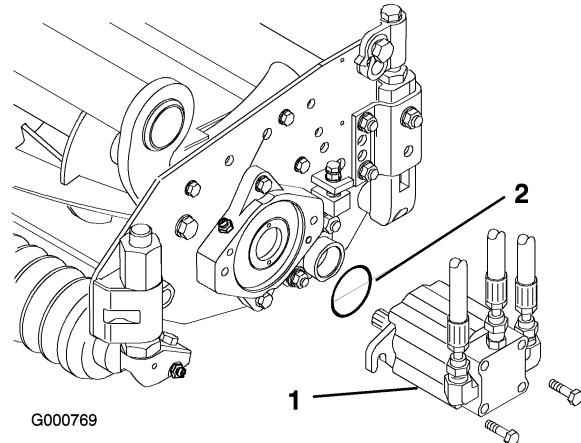

Figure 7
3. Lubrifiez et montez un grand joint torique dans la rainure du logement de roulement à chaque extrémité du plateau de coupe (Fig. Figure 4 et Figure 7).
13. Montez le moteur du côté entraînement du plateau de coupe et fixez-le avec deux vis d'assemblage fournies (Figure 7).